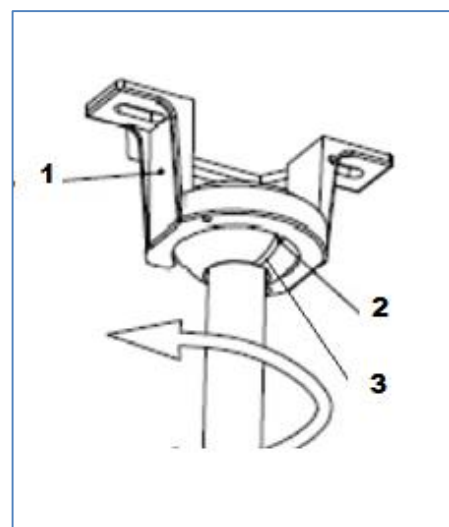

Fig. 5
- 5) Hang de ventilator aan de bevestigingsklem (1). Fig. 5
- 6) Zorg ervoor dat het lipje (2) op de bevestigingsklem goed in de sleuf zit (3) in het kogelgewricht. Fig. 5